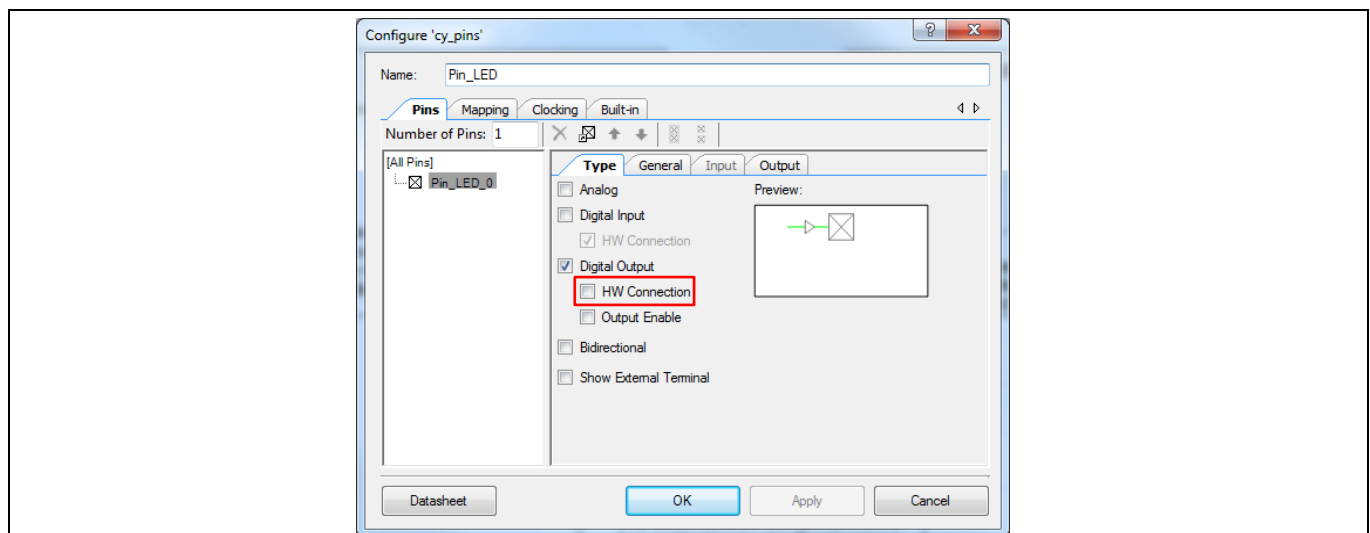
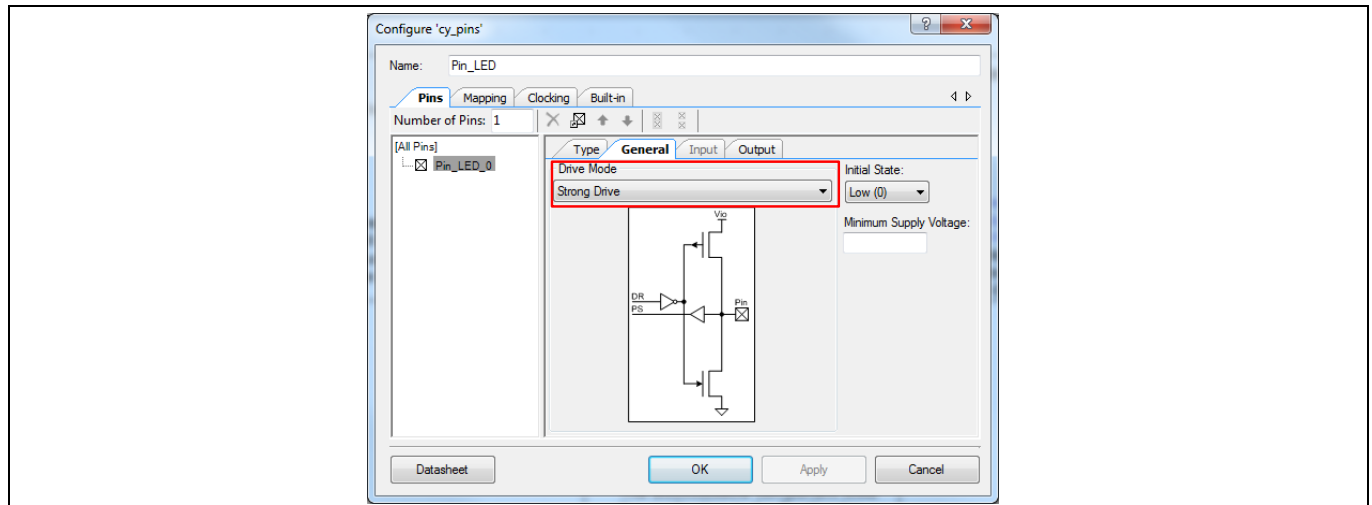

Figure 12 ピン コンポーネントの設定 - 「Type」 タブ
Figure 13 ピンコンポーネントの設定 - 「General」タブ
3. ピン コンポーネントを設定するために、それをダブルクリックします。**Figure 12** に示すように、**HW Connection** を無効にします。**Figure 13** に示すように、駆動モードを **Strong Drive** に設定します。
5. デジタル出力ピン Pin_LED は LED を制御するために使用されます。その設定は例 1 の Pin_LED の設定と同じです。Figure 12 と Figure 13 を参照してください。